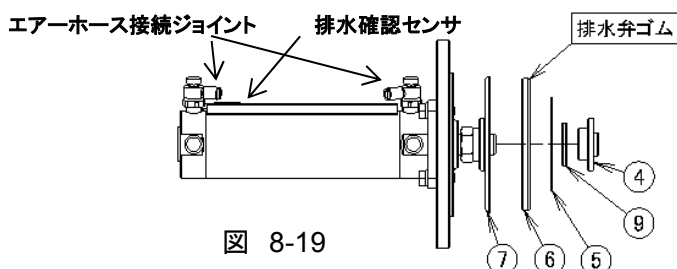

図 8-19
- ・ 弁取付金具④を緩めて④・⑨・⑤・⑥部品を取り外します。(図 8-19 参照)
- ・ 排水弁ゴム⑥を取り外し、新しい排水弁ゴム⑥を逆の手順で取り付けます。
- ・ Oリング⑨を取り付けるのを忘れないで下さい。
- ・ 排水弁ゴム⑥の向きに注意して下さい。突起リングがある側が図 8-19 で右側になります。
- ・ 排水弁ゴム⑥の取り替え後、取付金具④は確実にしっかりとねじ込んで下さい。ねじ込みが緩いと排水弁ゴム⑥が運転中に脱落する可能性があります。